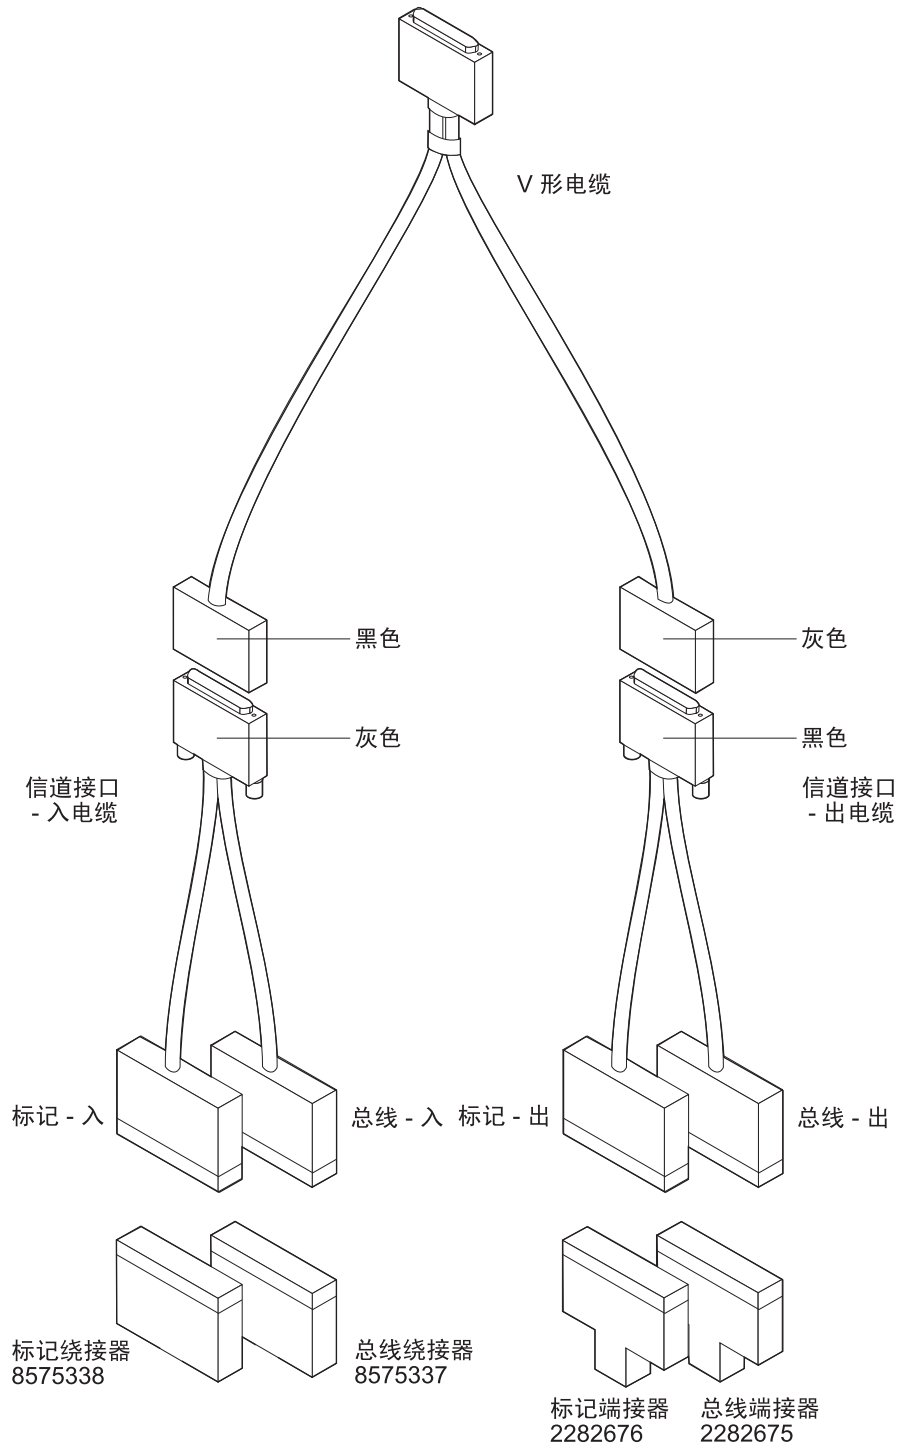

图 10. 所有电缆绕接测试连接
4. V 形电缆、信道接口-入和信道接口-出，请参阅第36页的图10